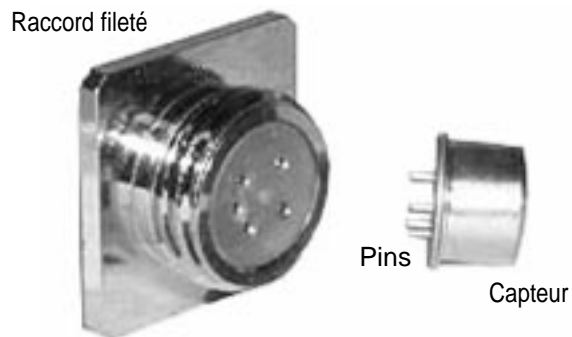

FIG 8
4. Tenez l'appareil de sorte que son extrémité avant soit tournée vers vous et repérez le branchement du senseur dans le raccord fileté à l'extrémité de l'appareil. Veuillez noter qu'il y a cinq (5) trous correspondant aux cinq (5) broches sur le senseur – trois (3) sur la gauche et deux (2) sur la droite (consultez la Fig. 8)